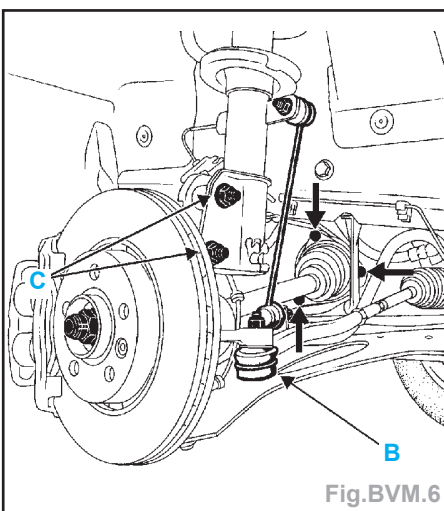

Fig.BVM.6
- Déposer (Fig.BVM.6) :
- les rotules de direction (B),
- les fixations du pied d'amortisseur (C),